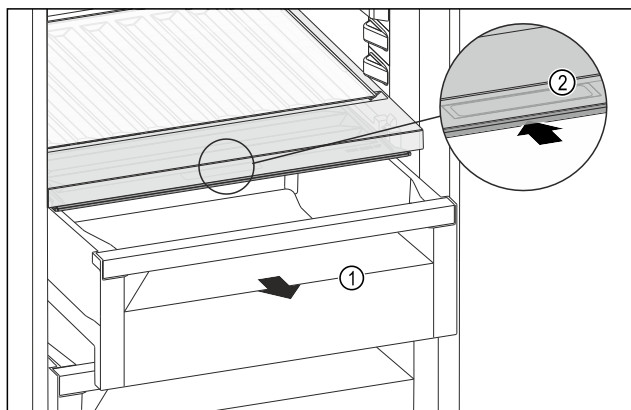

Fig. 161
- ▶ Zásuvku Fig. 161 (1) vytáhněte.
- ▶ Uchopte prohlubeň pro rukojeť Fig. 161 (2) na víku zásuvky a současně zasuňte víko zásuvky směrem dozadu.